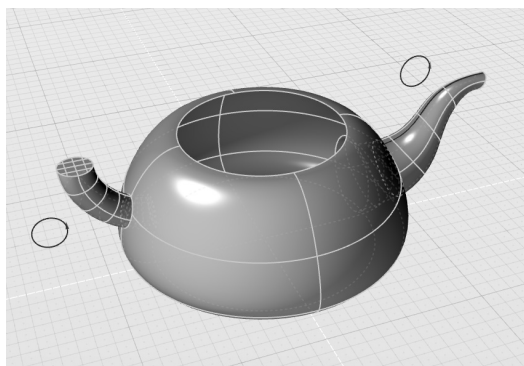

图 5-54 将壶身 3 部分曲面囊括入“交切”操作中
1) 选择建模工具中的“交切”工具，当控制台提示“拾取要交切的对象”时，依次选取目前视图中已构建的 3 个曲面：旋转曲面（壶身）→双轨道曲面（壶嘴）→管道曲面（壶把），按空格键确认后，所有选中曲面都被覆盖以亮蓝色的等参线，如图 5-54 所示。